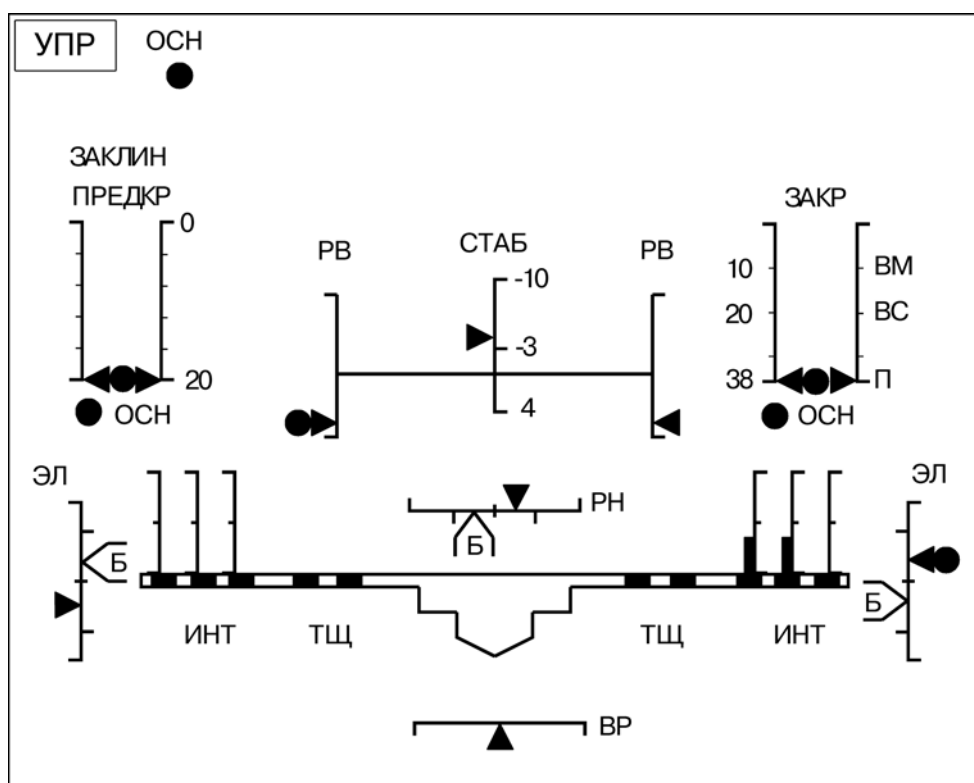

Рис. 12 Основной режим работы ЭДСУ.
- *Рис. 12* — посадка на воду с примерами индикации отдельных контролируемых отказов (основной режим работы ЭДСУ);